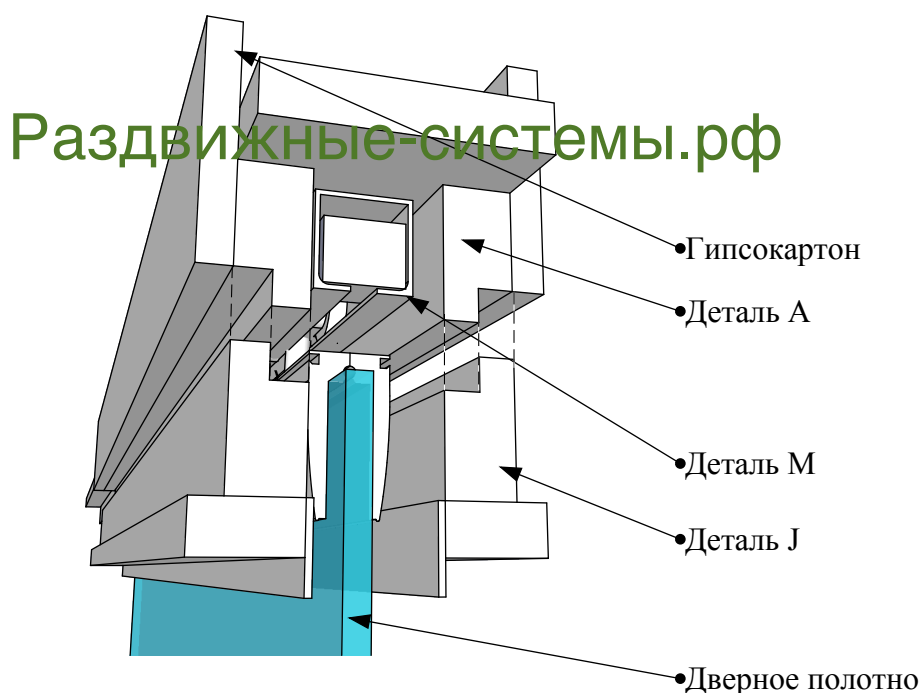

Рисунок 14
10. Установить горизонтальные основы под обрамляющие элементы и завести в паз (деталь J) щёточный уплотнитель (Рис.14).